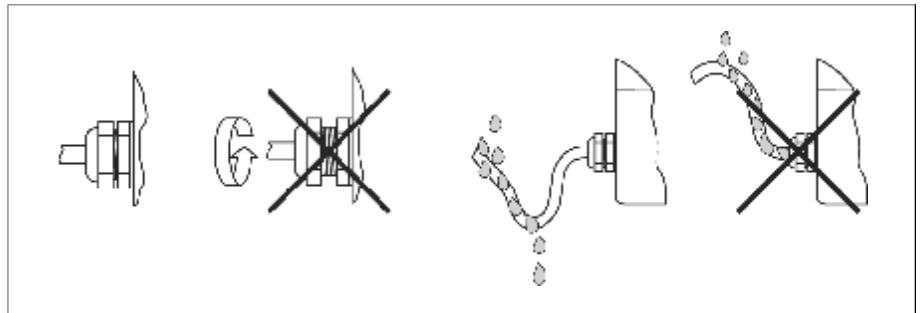

图20：电缆入口安装指南
- 拧紧电缆入口（图20）。
- 电缆插入电缆入口之前需弯曲（“落水弯”，图20）。这种进线方式防止水气进入电缆入口。避免使电缆入口朝上的安装方式。